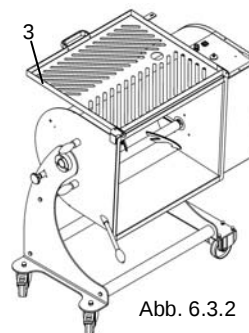
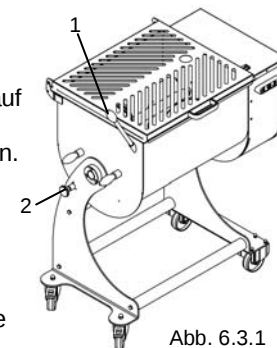

Abb. 6.3.2
Abb. 6.3.1
- Den Handgriff der Umkippstange erfassen und die Wanne waagrecht halten „1“ Abb. 6.3.1.
- Den Befestigungsknopf des Behälters ziehen „2“ Abb. 6.3.1
- Nach Auslösen kann die Wanne gedreht werden (Abb. 6.3.2), dazu die Umkippstange ziehen „1“ Abb. 6.3.1.
- Schutzgitter öffnen „3“ Abb. 6.3.2 und die Wanne entleeren